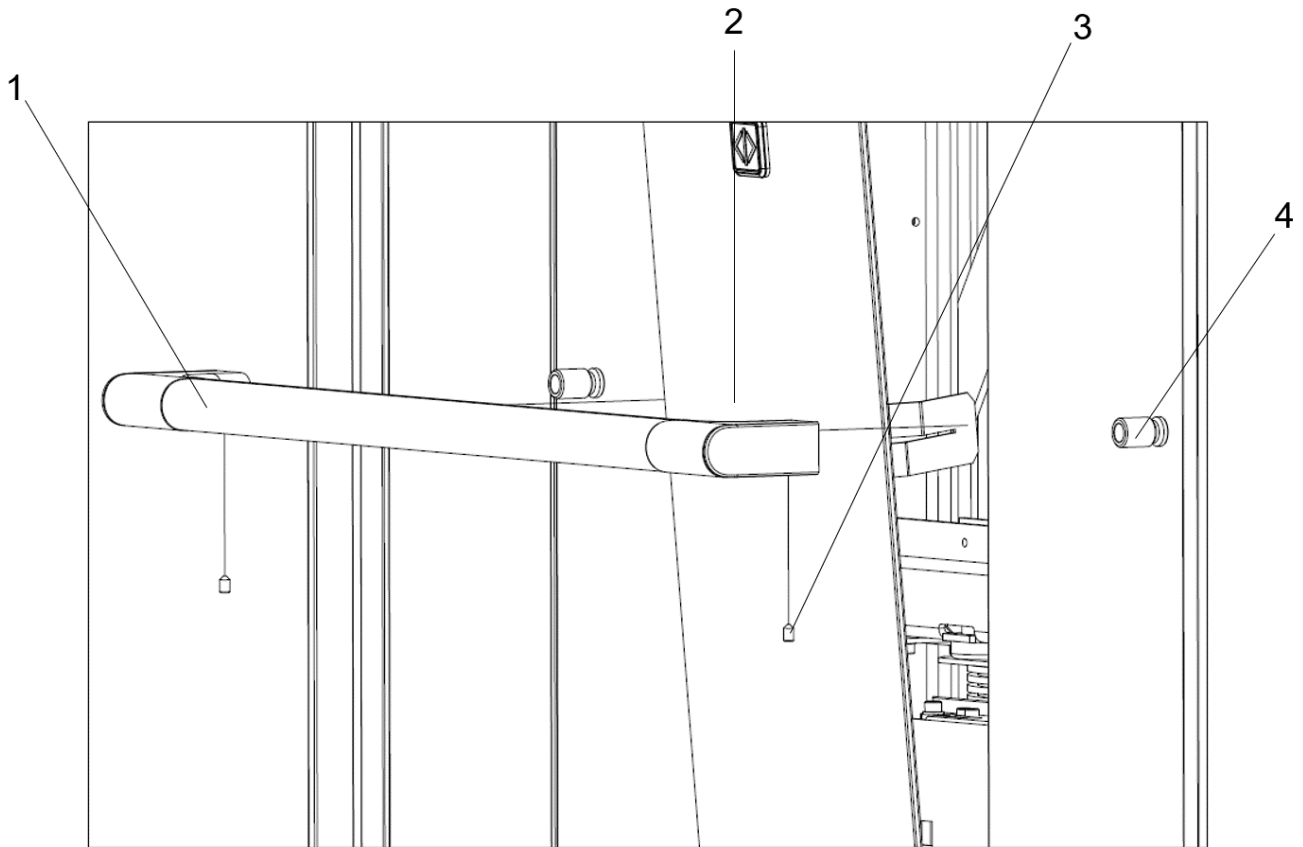

Fig. 21 Fjernelse af gelænder
1. Løsn de to sætskruer (3), som holder gelænderet (1) over betjeningspanelet (2), se Fig. 21.
2. Skyd gelænderet af gelændermufferne (4).